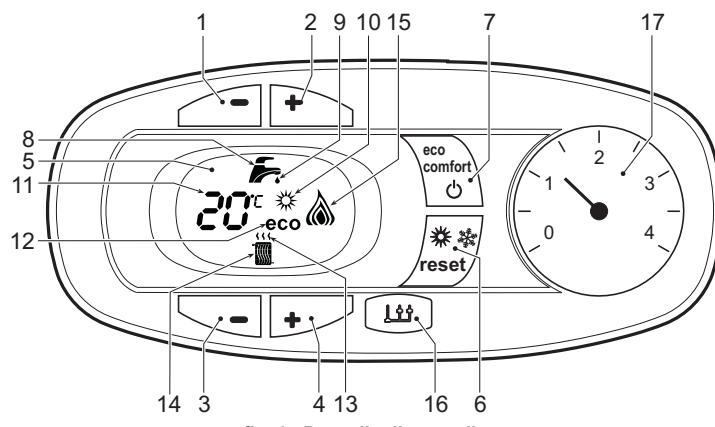
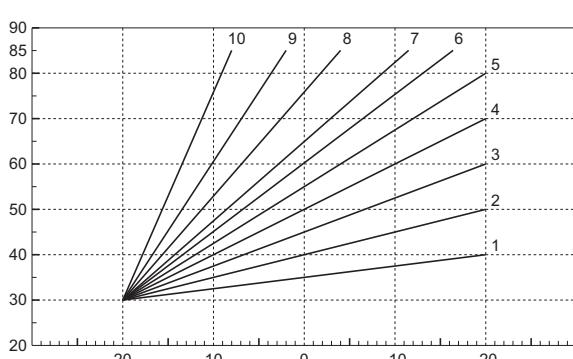

fig. 1 - Pannello di controllo
fig. 6 - Curve di compensazione
**Legenda pannello fig. 1**
Il display (part. 11 - fig. 1) visualizza l'attuale temperatura della manda riscaldamento e durante il tempo di attesa riscaldamento la scritta "d2".
Il display (part. 11 - fig. 1) visualizza l'attuale temperatura d'uscita dell'acqua calda sanitaria e durante il tempo di attesa sanitario la scritta "d1".
La richiesta Comfort (ripristino della temperatura interna della caldaia), è indicata dal lampeggi dell'acqua sotto il rubinetto sul display. Il display (part. 11 - fig. 1) visualizza l'attuale temperatura dell'acqua contenuta in caldaia.
In caso di anomalia (vedi cap. 4.4) il display visualizza il codice di guasto (part. 11 - fig. 1) e durante i tempi di attesa di sicurezza le scritte "d3", "d4" e "d5".
Premere il tasto on/off (part. 7 - fig. 1) per 5 secondi.
Quando la caldaia viene spenta, la scheda elettronica è ancora alimentata elettricamente. È disabilitato il funzionamento sanitario e riscaldamento. Rimane attivo il sistema antigelo. Per riaccendere la caldaia, premere nuovamente il tasto on/off (part. 7 - fig. 1) per 5 secondi.
Premere il tasto estate/inverno (part. 6 - fig. 1) per 2 secondi.
Il display attiva il simbolo Estate (part. 10 - fig. 1): la caldaia erogherà solo acqua sanitaria. Rimane attivo il sistema antigelo.
Per disattivare la modalità Estate, premere nuovamente il tasto estate/inverno (part. 6 - fig. 1) per 2 secondi.
Agire sui tasti riscaldamento (part. 3 e 4 - fig. 1) per variare la temperatura da un minimo di 30°C ad un massimo di 80°C, si consiglia comunque di non far funzionare la caldaia al di sotto dei 45°C.
Agire sui tasti sanitario (part. 1 e 2 - fig. 1) per variare la temperatura da un minimo di 40°C ad un massimo di 55°C.
Il dispositivo può essere disattivato dall'utente (modalità ECO) premendo, il tasto **eco/comfort** (part. 7 - fig. 1). In modalità ECO il display attiva il simbolo ECO (part. 12 - fig. 1). Per attivare la modalità COMFORT premere nuovamente il tasto **eco/comfort** (part. 7 - fig. 1).
Con regolazione a Temperatura Scorrevole, la temperatura impostata attraverso i tasti riscaldamento (part. 3 - fig. 1) diviene la massima temperatura di mandata impianto. Si consiglia di impostare al valore massimo per permettere al sistema di regolare in tutto il campo utile di funzionamento.
Premendo il tasto **reset** (part. 6 - fig. 1) per 5 secondi si accede al menu "Temperatura scorrevole"; viene visualizzato "CU" lampeggiante.
Agire sui tasti sanitario (part. 1 - fig. 1) per regolare la curva desiderata da 1 a 10 secondo la caratteristica (fig. 6). Regolando la curva a 0, la regolazione a temperatura scorrevole risulta disabilitata.
Premendo i tasti riscaldamento (part. 3 - fig. 1) si accede allo spostamento parallelo delle curve; viene visualizzato "OF" lampeggiante. Agire sui tasti sanitario (part. 1 - fig. 1) per regolare lo spostamento parallelo delle curve secondo la caratteristica (fig. 7).
Premendo nuovamente il tasto **reset** (part. 6 - fig. 1) per 5 secondi si esce dal menu "Temperatura Scorrevole". Se la temperatura ambiente risulta inferiore al valore desiderato si consiglia di impostare una curva di ordine superiore e viceversa. Procedere con incrementi o diminuzioni di una unità e verificare il risultato in ambiente.
Selezione Eco/Comfort	Disabilitando il sanitario dal menù del Cronocomando Remoto, la caldaia seleziona la modalità Economy. In questa condizione, il tasto eco/comfort (part. 7 - fig. 1) sul pannello caldaia, è disabilitato.
Temperatura Scorrevole	Abilitando il sanitario dal menù del Cronocomando Remoto, la caldaia seleziona la modalità Comfort. In questa condizione, con il tasto eco/comfort (part. 7 - fig. 1) sul pannello caldaia, è possibile selezionare una delle due modalità.